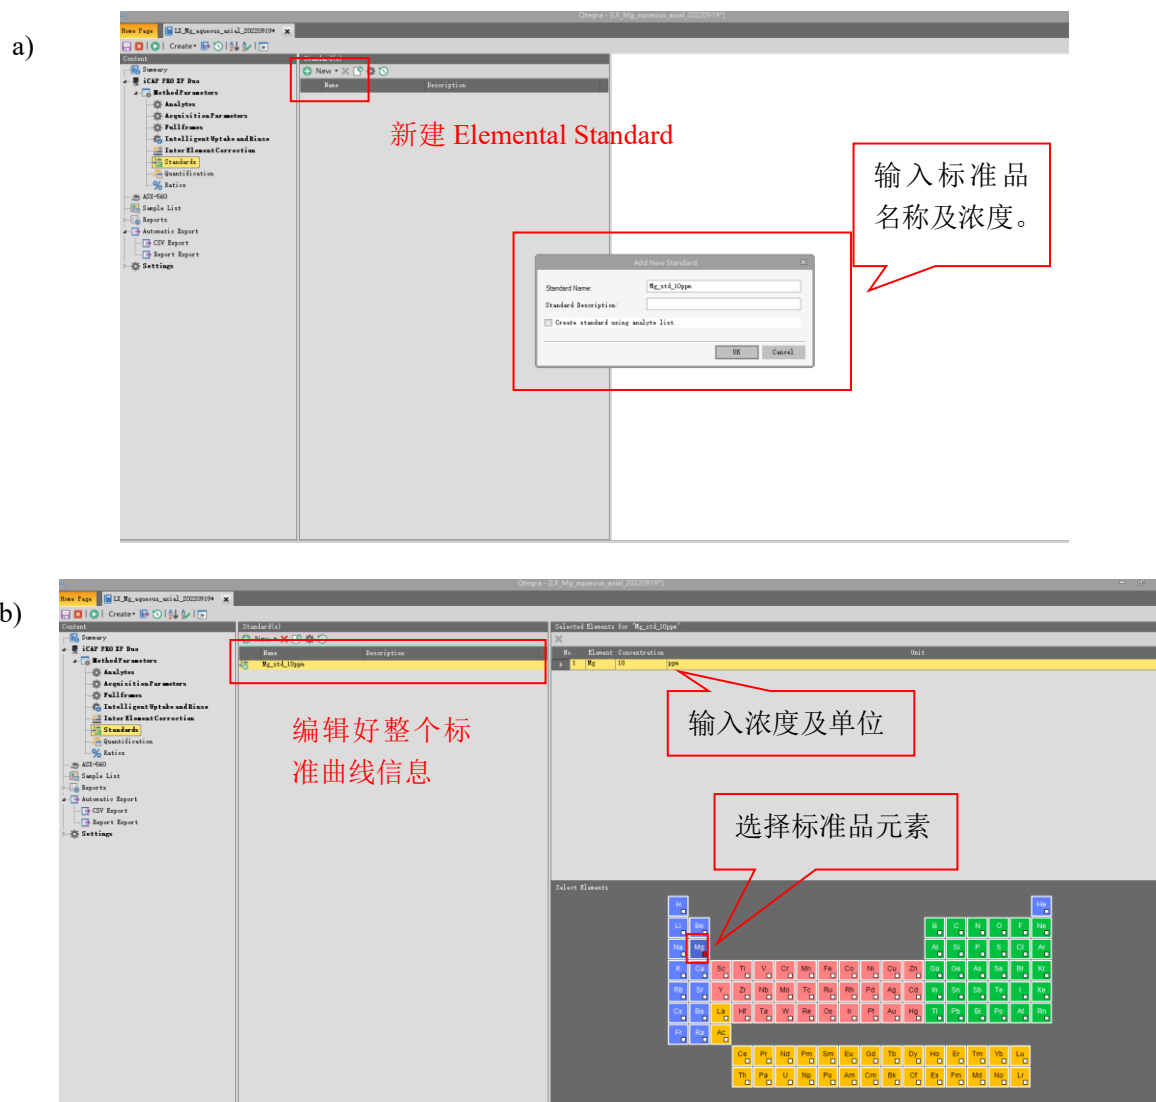

图6-12
f) Standards: 编辑标准曲线信息。单击按钮New, 点击Elemental Standard, 如图6-12(a)输入Standard名称, 如Mg_std_10ppm, 点击OK。如图6-12(b)所示, 在Standard信息编辑窗口, 选择标准品元素, 并输入浓度及浓度单位信息。按照相同的方法, 依次编辑好整个工作曲线信息